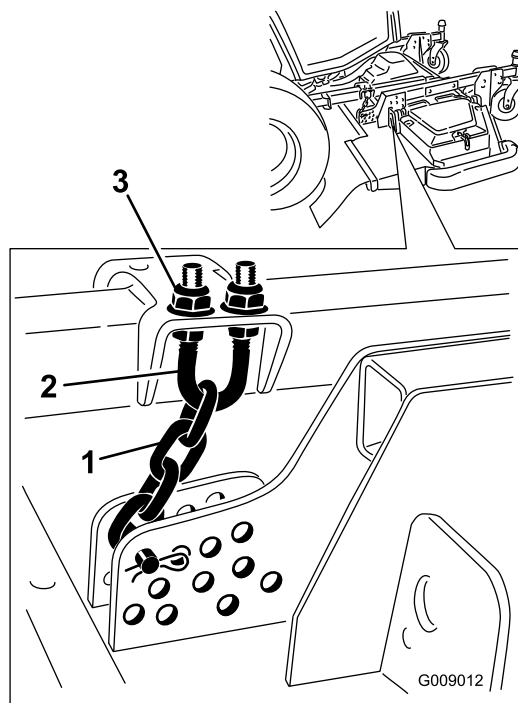

Figura 94
5. Afloje las contratuercas de la parte superior o inferior del perno en U de la cadena de altura de corte (Figura 94).